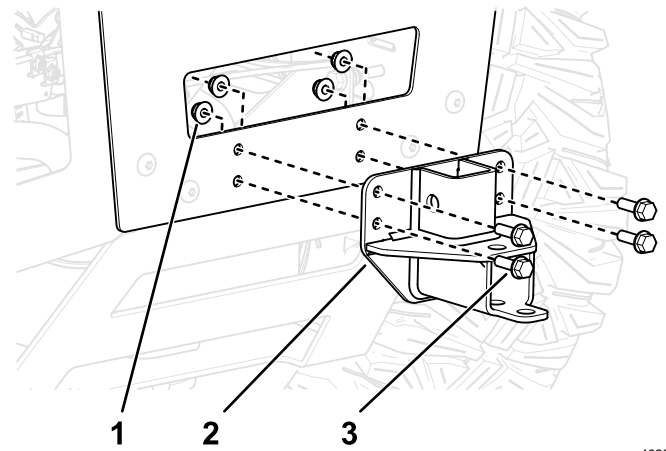

Figuur 13
2. Monteer de stabilisatiebeugel op de achterste beschermkap; gebruik 2 bouten (5/16" x 1") en 2 borgmoeren (5/16") zoals in Figuur 13.